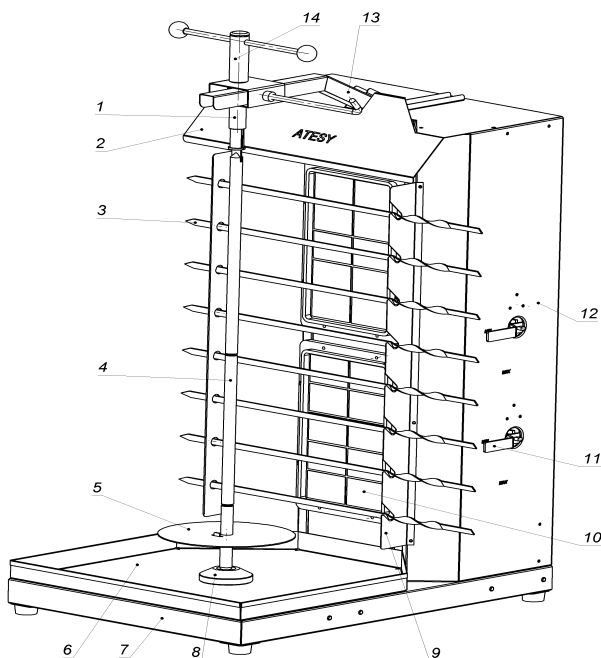

Рис.2
4.7. Управление скоростью приготовления мяса на установке осуществляется газовыми кранами (11) (рис.2), увеличивая, либо уменьшая поступление газа к газовым горелкам, вследствие чего увеличивается, либо уменьшается, температура газовых горелок. Скорость приготовления мяса может также меняться в зависимости от расстояния между специальным ножом и газовыми горелками.